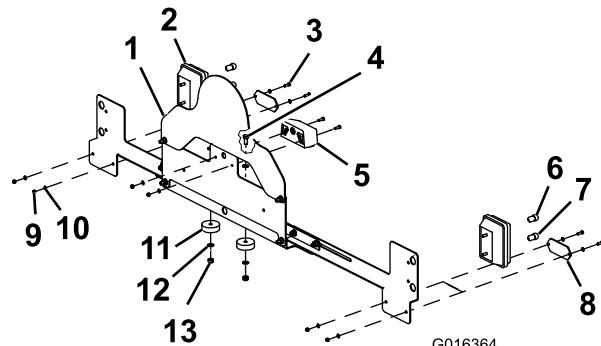

Figura 10
4. Ensamble las 2 lámparas de los intermitentes, las 2 lámparas de las luces de posición, los 2 intermitentes traseros, los 2 reflectores y la lámpara de la placa de matrícula al soporte trasero con 6 pernos de cabeza hexagonal (M5), 10 arandelas (M5) y 6 contratuerca (M5) según se muestra en Figura 10.
6. Sujetan el soporte de las luces al travesaño trasero con 2 pernos (M8), 4 arandelas (M8), 2 espaciadores de nylon y 2 contratuerca (M8) (Figura 10).